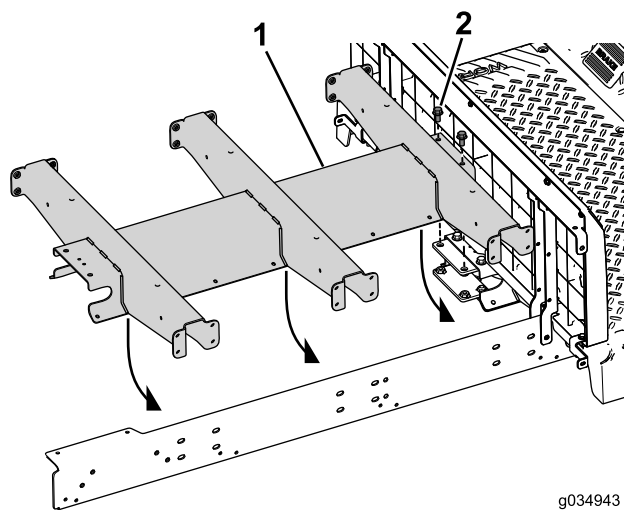

Figura 24
4. Introduzca los 2 pernos (3/8" x 3/4") a través del perfil central y el soporte trasero (Figura 24).